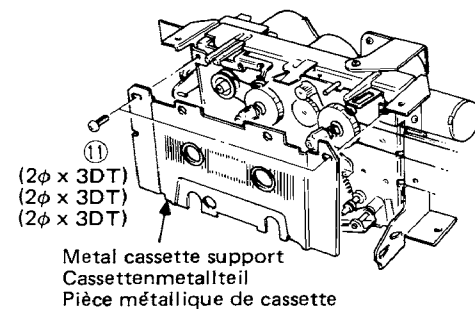

Fig. 8 Abb. 8
(2) Cassette metal (Fig. 8)
(2) Cassetten-Metallstütze (Abb. 8)
(2) Pièce métallique de cassette (Fig. 8)